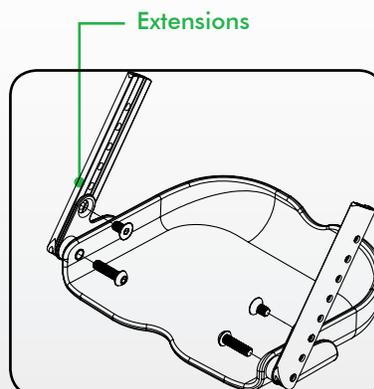

Figure 18
1. Retirez les boulons comme décrit dans la section précédente. Consultez figure 18.